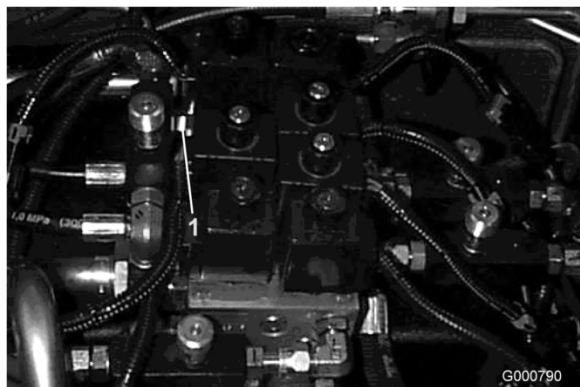
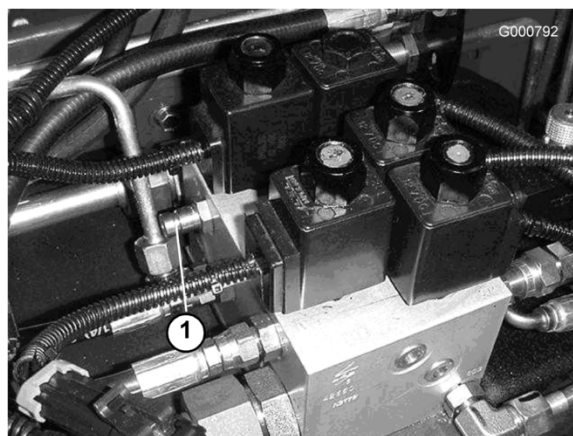

Figure 66
Figure 67
1. La prise d'essai A (Figure 66 et Figure 67) est utilisée dans les contrôles de dépannage du circuit hydraulique des vérins de levage.